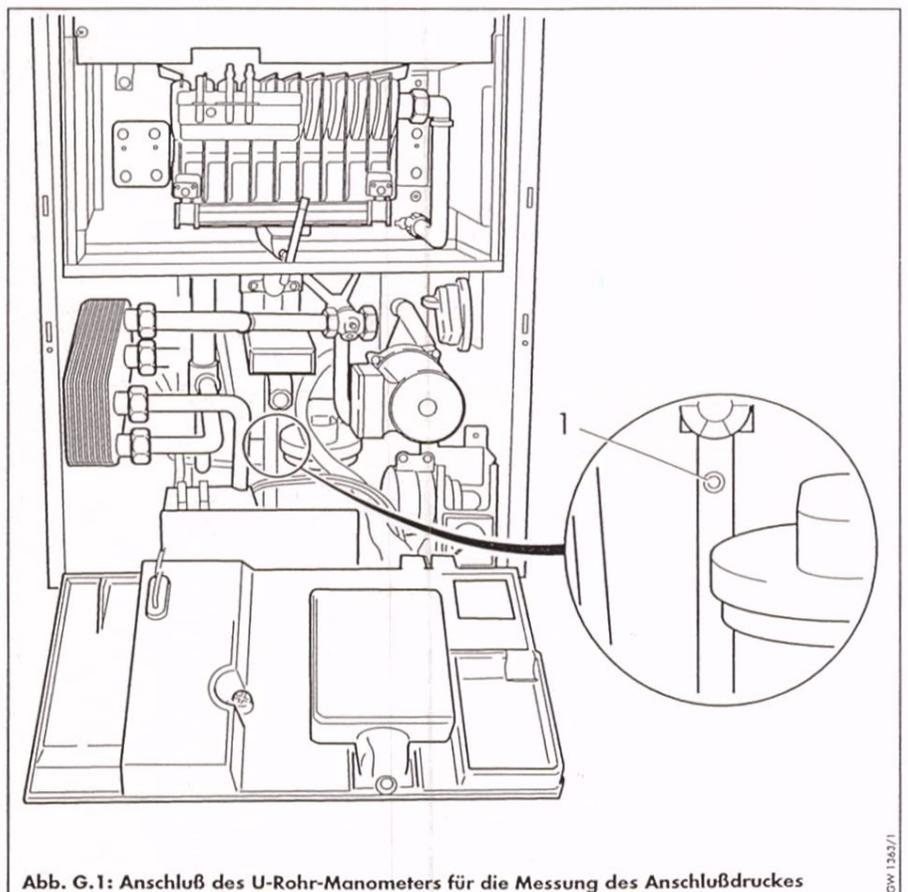

Abb. G.1: Anschluß des U-Rohr-Manometers für die Messung des Anschlußdruckes
- Schließen Sie das U-Rohr-Manometer an den Meßpunkt 1 (Abb. G.1) an. Der Anschlußdruck wird gegen Atmosphäre gemessen.
- Schließen Sie das U-Rohr-Manometer an den beiden Meßpunkten (1 u. 2, Abb. G. 1) an. Bei (2) vorher Dichtungsschraube lösen.